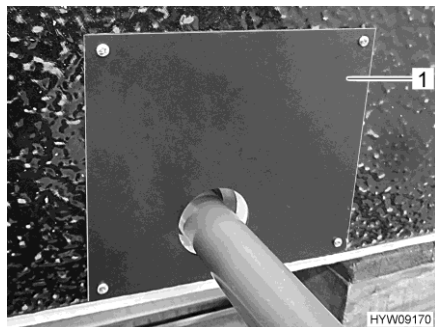

Bild 157 Lock (avloppstankens behållare)
- Ta bort skyddet (Bild 157,1) på avloppstankens behållare.
- Sätt skyddet (Bild 157,1) på plats.